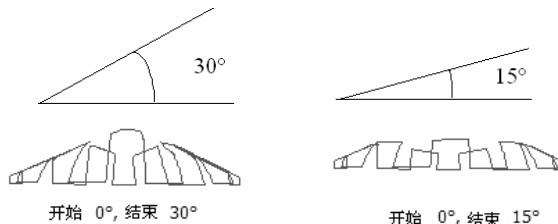

图 2-129 仰角
**【仰角】:** 投影光源与零件坐标系的 XOY 平面之间的角度, 该角在 XOZ 或 YOZ 平面内侧测量, XOY 平面为基准平面, 刀具路径只会在仰角范围内, 如图 2-129 所示。